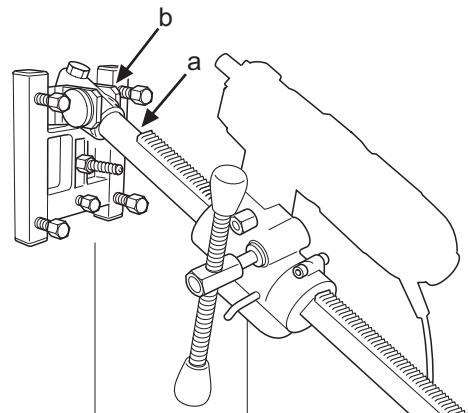

Fig.9
- La columna de perforación se monta en el soporte angular de la placa base. Apretar el tornillo de fijación (a) con una llave Allen de 8 mm (fig. 9). Girar la caja de alimentación 180° y montarla de nuevo en la columna de perforación. La perforadora se monta en la fijación rápida. La columna de perforación se puede girar 360° progresivamente y se fija en cada posición con el tornillo de fijación (a).
- A coluna de perfuração é montada no suporte angular da placa base. Apertar o parafuso de fixação (a) com a chave Allen de 8 mm (Fig. 9). Rodar a caixa de alimentação 180° e montá-la novamente na coluna de perfuração. A perfuradora é montada na fixação rápida. A coluna de perfuração pode ser rodada progressivamente 360° e é fixada na posição desejada com o parafuso Allen (a).
- The drill column is mounted on the base plate's angle bracket. Tighten the locking screw (a) using an 8 mm hex-key (Fig. 9). The feed housing is turned 180° and refitted on the drill column. The drilling machine is refitted in the quick-action attachment. The drill column can be rotated through 360° and locked in any position with the locking screw (a).
- The drill column is set at the required angle by tightening the nut (B) using a 30 mm spanner.